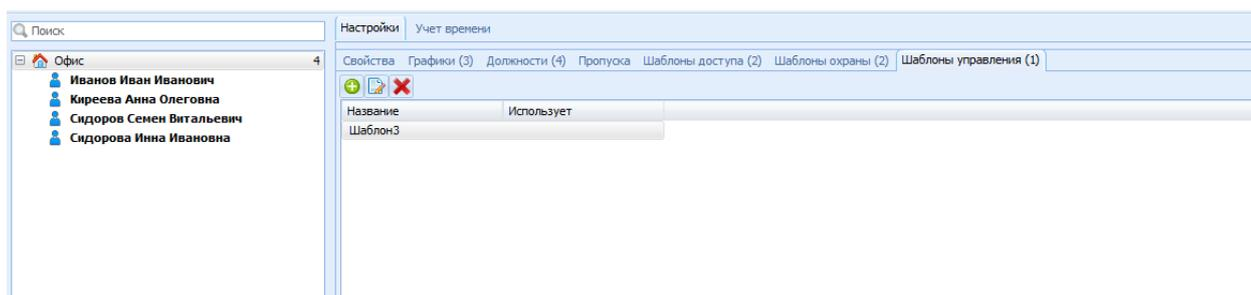

Рис. 26 Закладка **Шаблоны управления** для выбранной организации
2. В поле с характеристиками выбранного объекта перейти на закладку **Шаблоны управления** и нажать кнопку  панели меню (Рис. 26).
управления и нажать кнопку  панели меню (Рис. 26).